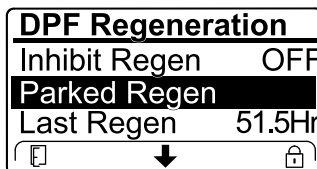

Figura 51
- Si la computadora del motor solicita una regeneración de recuperación, o si está procesando una regeneración de recuperación y usted se desplaza hasta la opción REGENERACIÓN ESTACIONARIA, la regeneración estacionaria se bloquea y el icono de bloqueo (Figura 51) aparece en la esquina inferior derecha del InfoCenter.